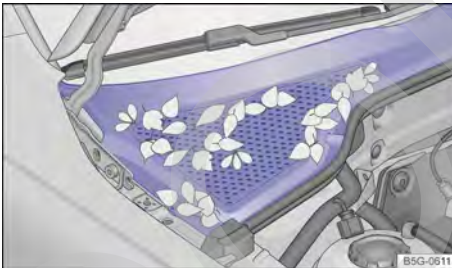

Fig. 169 Entre el compartimento del motor y el parabrisas: caja de agua (representación esquemática).
- La caja de aguas está ubicada en el compartimento del motor, entre el parabrisas y el motor, y bajo una cubierta perforada → fig. 169. El aire ambiente es aspirado de la caja de aguas al interior del vehículo por medio del sistema de calefacción y ventilación o del aire acondicionado.